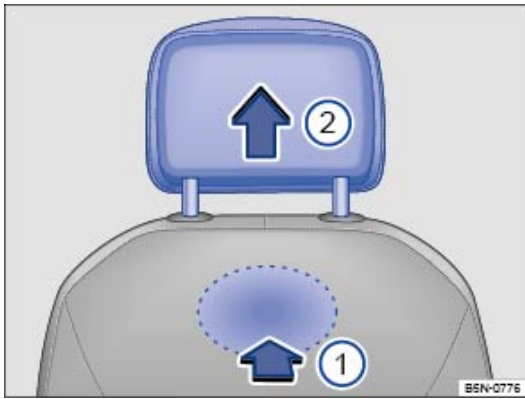

Fig. 74 Appuie-tête avant : dépose
- Pour déverrouiller l'appuie-tête, recherchez avec les doigts l'enfoncement à l'arrière au niveau de la zone marquée et enfoncez-le dans le sens de la flèche ⇒ Fig. 74 ①.
- Extrayez l'appuie-tête dans le sens de la flèche ⇒ Fig. 74 ②.